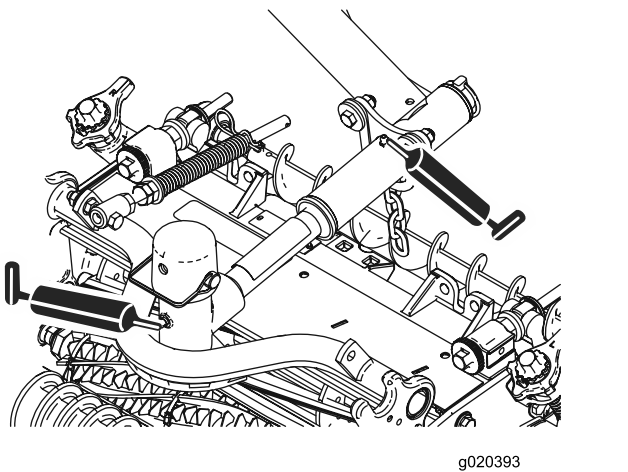

Рисунок 48
- Шарниры режущих блоков (по 2 шт.); см. Рисунок 48.